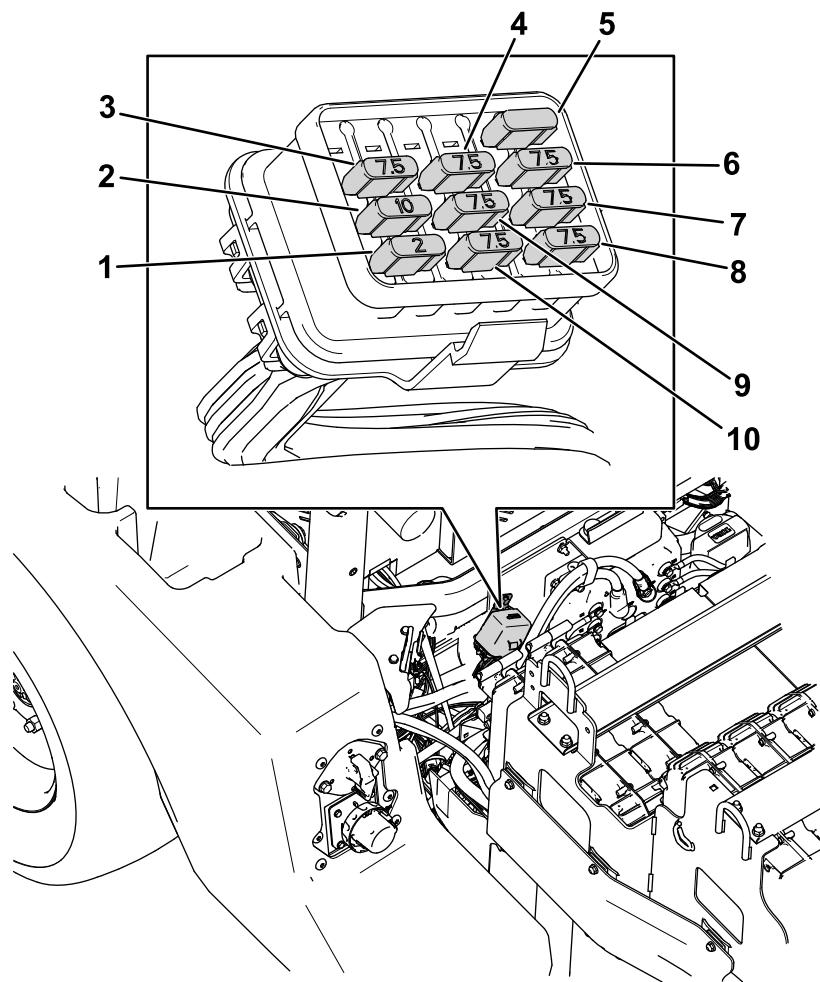

Figure 51
- Soulevez le capot pour localiser le porte-fusibles et ses fusibles (Figure 51).